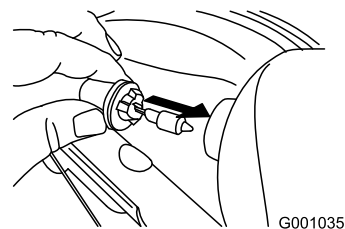

Figure 58
4. Introduisez une ampoule neuve dans le phare par l'arrière (Figure 58).